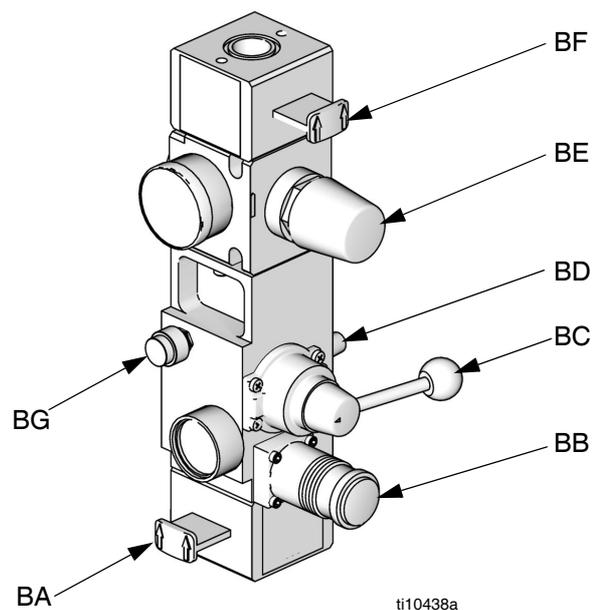

FIG. 4 : Commandes pneumatiques intégrées
(consultez la FIG. 4) | | |
- Commandes pneumatiques intégrées (J). Consultez la FIG. 4.
- Électrovanne du moteur pneumatique (AD). L'électrovanne est activée lorsque l'élévateur sélectionné l'est également et qu'il est en mode Fonctionnement, en mode Recirculation ou en mode Amorçage. L'électrovanne est désactivée lorsque le système est arrêté ou en mode Décompression ou lorsque l'élévateur est en mode Prêt inactif. La DEL de l'électrovanne s'allume lorsque cette dernière est activée.